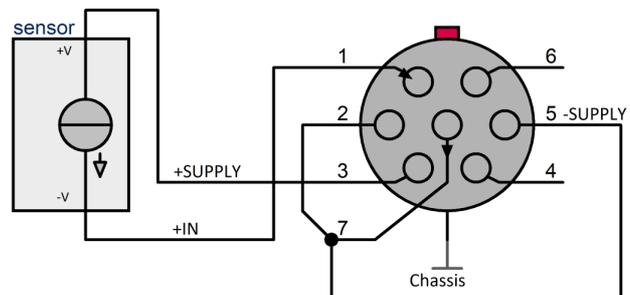

Abb. 38: unipolare Versorgung des Sensors 24 V (UTI-6)
-SUPPLY entsprechend Abb. 38 "unipolare Versorgung des Sensors 24 V" anzuschließen. Für die Einstellung der Versorgungsspannung von beispielsweise ±12 V stehen somit 24 V für die Stromschleife zur Verfügung.